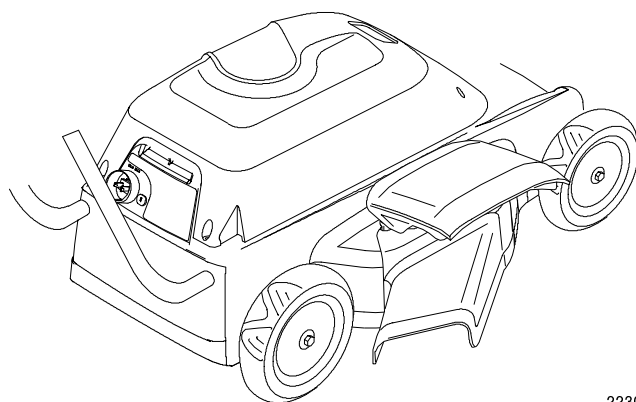

Figure 10
3. Rabattre la porte de paillage sur l'éjecteur latéral (Fig. 10).